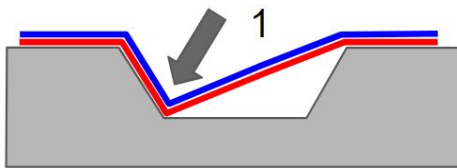

Fig.3
- 3) Presione con los dedos sobre la parte más profunda de la ondulación y asegúrese de que el film y la superficie entren en contacto al 100%. Caliente las zonas que todavía no hayan entrado en contacto con el sustrato y siga con cuidado la forma con los dedos. El uso de guantes ligeramente húmedos facilitará este proceso (mantenga siempre la temperatura entre 35°C y 50°C durante este paso). Fig.3